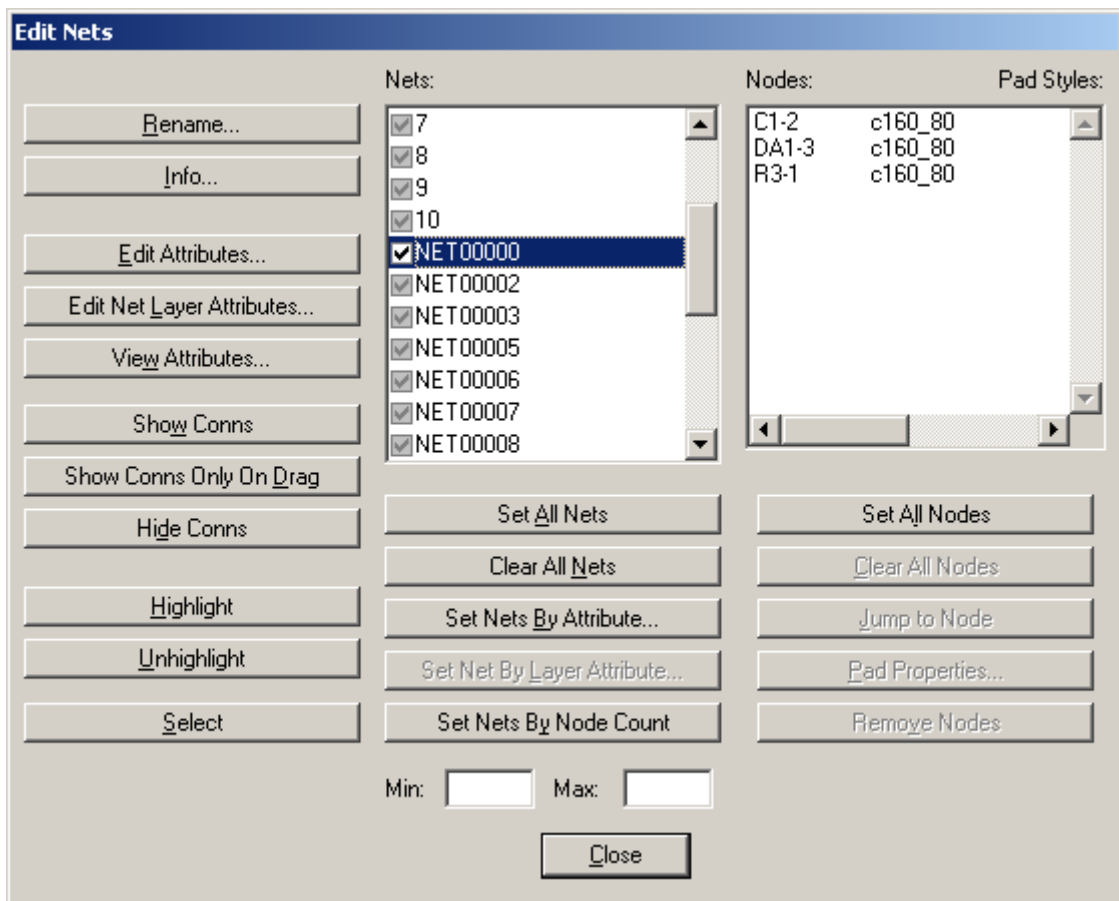

Рис. 1 Команда **Edit Nets**
- 2.3 Выберите цепь с небольшим списком контактов и сделайте ее видимой. Для этого необходимо установить флажок на белом фоне (рис. 1).